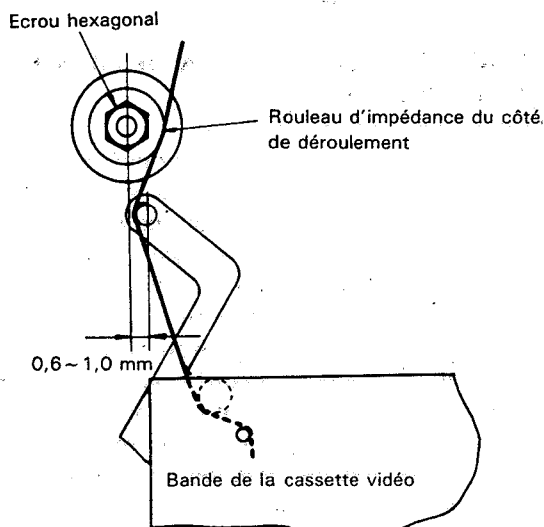

Figure 1-11.
• Vérification de la position (Fig. 1-11)
3. Les bases d'appui A et B (voir à la page 3 aux numéros ② et ③) fonctionnent de manière à extraire la bande de la cassette et, simultanément, la tige de tension se déplace vers la gauche, chargeant ainsi la cassette. A ce moment (mode de chargement), vérifier la position de la tige de tension.